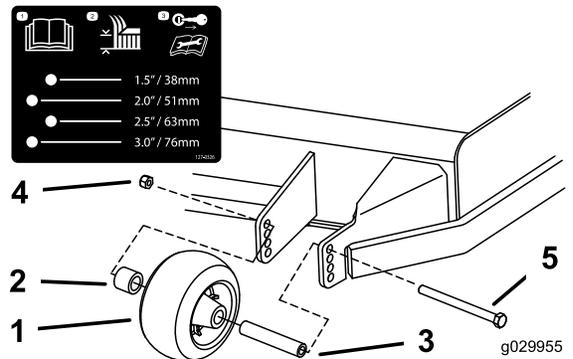

Bild 32
3. Stellen Sie die Antiskalpierrollen ein, wie in **Bild 32**, **Bild 33** und **Bild 34** abgebildet.